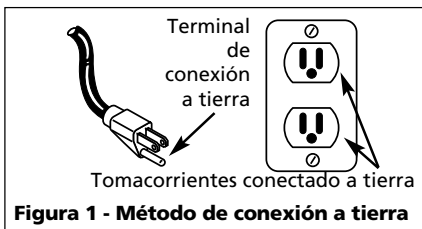

Figura 1 - Método de conexión a tierra
1. Este producto está diseñado para circuitos nominales de 120 voltios y tiene un enchufe para conexión a tierra similar al de la Figura 1. Cerciórese de conectarlo a un tomacorrientes cuya configuración sea similar a la del enchufe. Este producto se debe conectar a tierra. En caso de que ocurra un cortocircuito, esto evitaría el riesgo de choque eléctrico al ofrecerle un cable de desvío a la corriente eléctrica. Este producto tiene un cordón con un alambre y terminal de conexión a tierra. Debe conectarlo a un tomacorrientes que esté instalado adecuadamente según los códigos y ordenanzas locales.